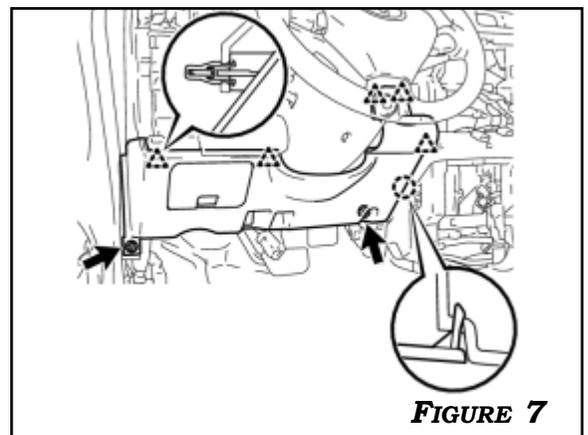

FIGURE 7
7. REMOVE THE 2 BOLTS. DISENGAGE THE 5 CLIPS AND CLAW AND REMOVE THE LOWER INSTRUMENT PANEL FINISH PANEL. **FIGURE 7**
7. REMOVE THE BOLT <A> AND THE SCREW <C>. DISCONNECT THE HOOD LOCK CONTROL CABLE ASSEMBLY. DISENGAGE THE 9 CLIPS. DISCONNECT THE CONNECTORS AND REMOVE THE LOWER INSTRUMENT PANEL FINISH PANEL SUB-ASSEMBLY. PRESS IN TABS TO REMOVE THE SWITCH BLANK PLUG. **FIGURE 7**